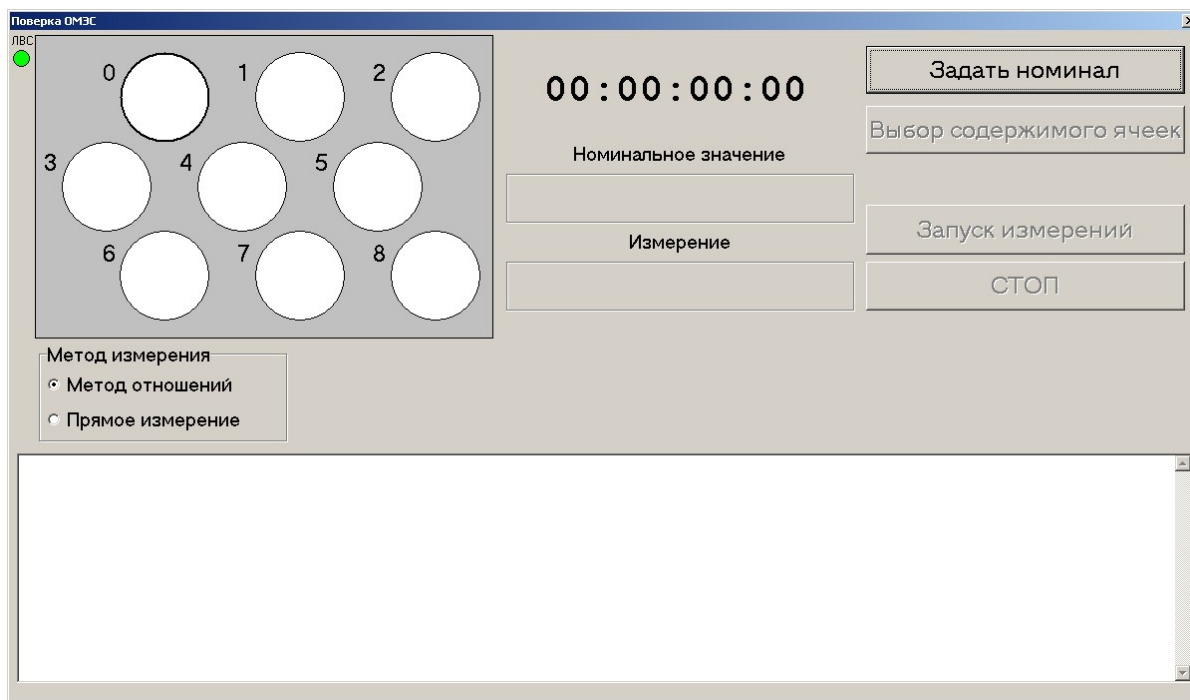

Рисунок 17. Окно «Поверка ОМЭС»
7.3.1 Находясь в главном окне (рис. 2), нажмите кнопку «Поверка ОМЭС», чтобы перейти в режим поверки ОМЭС. Откроется окно «Поверяющие». Работа с этим окном согласно п. 7.2.1. После этого, отобразится окно «Поверка ОМЭС» (рис. 17).